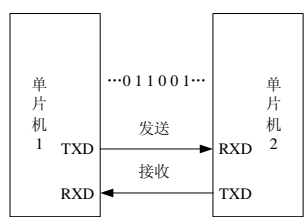

图 19-2 串行通信
- 串行通信是指数据的各个二进制位按照顺序一位一位地进行传输。串行通信的示意图，如图 19-2 所示。这种通信方式的优点是所需的数据线少，节省硬件成本及单片机的引脚资源，并且抗干扰能力强，适合于远距离数据传输，其缺点是每次发送一个比特，导致传输速度慢，效率低。